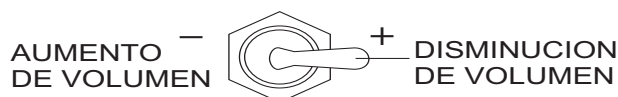

Figura 27. Control del volumen
2. Deslice a la derecha el **interruptor de control del volumen** (Figura 27) para aumentar el volumen aproximadamente **10 tiempos por minuto**. Deslizándolo a la izquierda **disminuirá** el volumen de la bomba.
7. Deslice el **interruptor de control de volumen** (Figura 27) a la derecha para aumentar el volumen a 25-30 tiempos por minuto. Descargue lentamente el concreto del camión revoladora hacia la tolva y llénela completamente. Mantenga la bomba funcionando continuamente hasta que el concreto este descargado al final del sistema de entrega. Si la bomba se detiene durante este procedimiento, puede ocurrir un bloqueo.